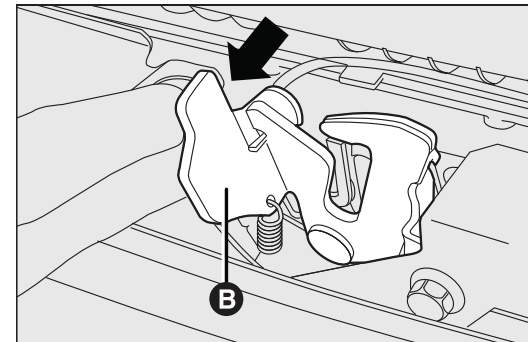

Fig.28
- verplaats het hendeltje B fig. 28 naar voren, zoals aangegeven in de afbeelding